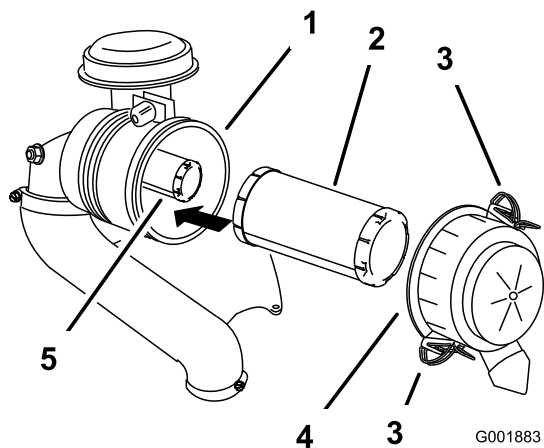

Bild 44
3. Lösen Sie die Riegel am Luftfilter und ziehen Sie die Luftfilterabdeckung vom Luftfiltergehäuse ab (Bild 44).
2. Wenn Sie den inneren Filter auswechseln, schieben Sie ihn vorsichtig in das Filtergehäuse (Bild 44).
3. Schieben Sie den Hauptfilter vorsichtig auf den Sicherheitsfilter (Bild 44).
4. Bringen Sie die Luftfilterabdeckung an und befestigen die Riegel (Bild 44).
5. Schieben Sie den Hauptfilter vorsichtig aus dem Luftfiltergehäuse heraus (Bild 44).